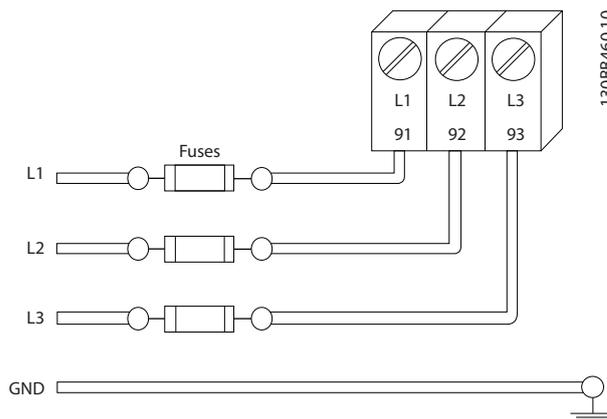

Abbildung 2.6 Sicherungen für Frequenzumrichter
- Versehen Sie alle Frequenzumrichter mit Kurzschluss- und Überlastschutz. Dieser Schutz wird durch Sicherungen am Eingang gewährleistet, siehe *Abbildung 2.6*. Wenn die Sicherungen nicht Bestandteil der Lieferung ab Werk sind, muss sie der Installateur als Teil der Installation bereitstellen. 10.3 *Sicherungsangaben* zeigt die maximalen Nennwerte der Sicherungen.